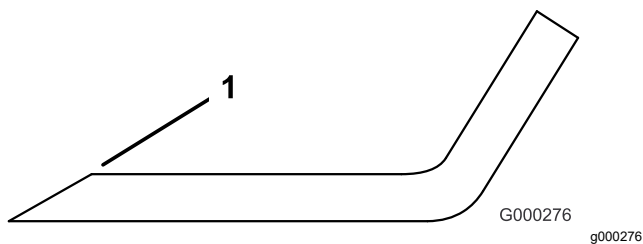

**Figura 127**
2. Examine cuidadosamente los extremos de corte de la cuchilla, sobre todo en el punto de reunión entre la parte plana y la parte curva de la cuchilla (Figura 127).
**Nota:** Puesto que la arena y cualquier material abrasivo pueden desgastar el metal que conecta las partes curva y plana de la cuchilla, compruebe la cuchilla antes de utilizar el cortacésped. Si se aprecia desgaste (Figura 127), cambie la cuchilla.